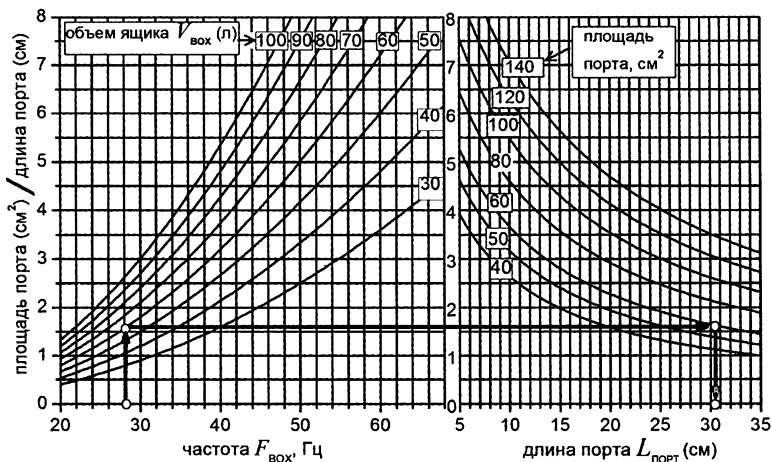

Рис. 3.10. Графики для расчета параметров порта фазоинвертора по заданному объему ящика и частоте настройки ФИ
Обычно параметры порта рассчитывают, пользуясь графиками или номограммами. Такие графики представлены на рис. 3.10. В левой части рисунка построены зависимости отношения  $S_{\text{порт}}/L_{\text{порт}}$  по формуле (25) для различных значений объема ящика. В правой части построена связь этого отношения с длиной порта для ряда значений площади порта с учетом поправки на краевой эффект.
Параметры порта фазоинвертора для получения нужной частоты  $F_{BOX}$  рассчитываются с помощью рис. 3.10.